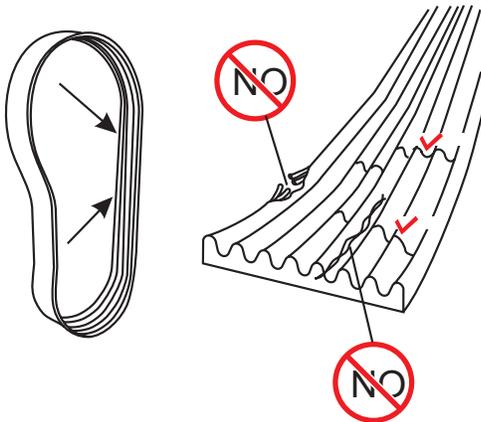

Figure 35. Contrôle de l'usure et de l'usure
2. Vérifiez régulièrement l'usure de la courroie trapézoïdale en polyuréthane. Si une usure est détectée (Figure 35), la courroie doit être remplacée immédiatement.